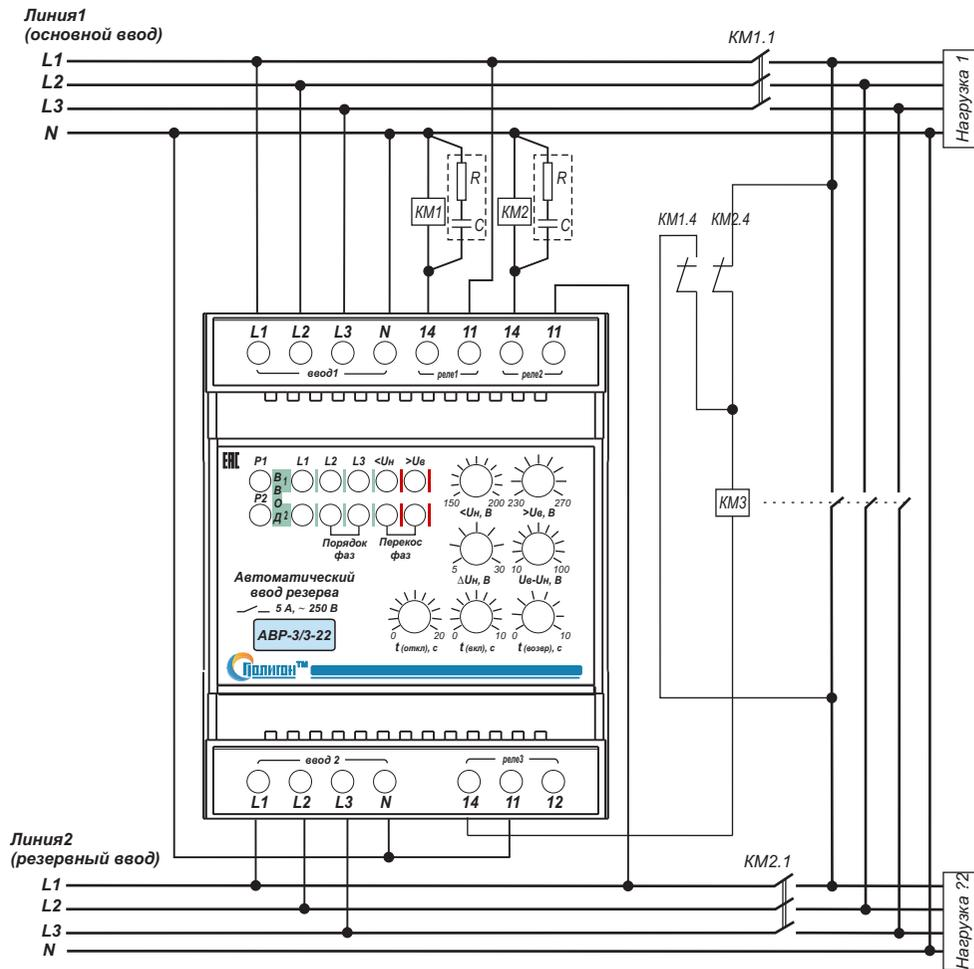

Рис.1. Типовая схема подключения АБР-3/3-22. Рекомендуется включать параллельно катушке пускателя искрогасящую цепочку R – 51 Ом 1Вт, С – 0,1 мкФ 630 В.
4.2 Установить блок в электрощите и произвести подключение контролируемой сети 1-го и 2-го ввода, цепей управления и сигнализации согласно маркировке (Рис.1.): L1, L2, L3 (ВВОД 1) – фазы 1-го силового ввода; L1, L2, L3 (ВВОД 2) – фазы 2-го силового ввода; N – нейтраль (общая для основного и резервного вводов); 11 – переключающий контакт; 14 – нормально разомкнутый контакт (для внутренних реле Р1, Р2 и Р3); 12 – нормально замкнутый контакт (для внутреннего реле Р3). Сечение подключаемых проводов должно быть